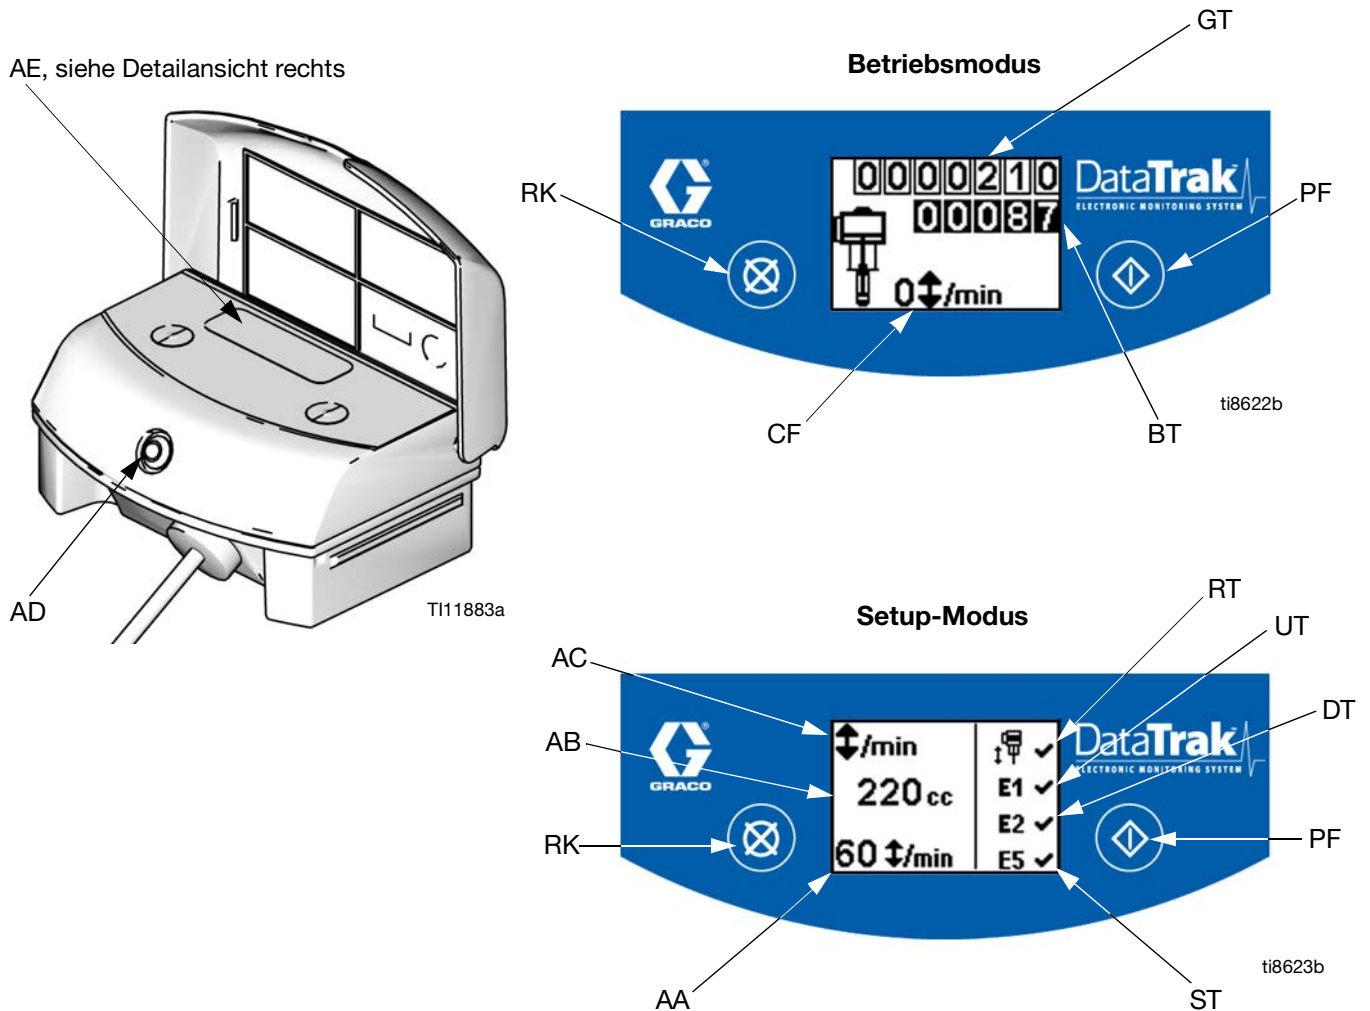

ABB. 7. DataTrak Bedien- und Anzeigeelemente
Legende für ABB. 7
1. Siehe ABB. 7.  5 Sekunden lang gedrückt halten, bis das Setup-Menü erscheint.
HINWEIS: Wenn die Fehleroptionen für den Trockenlauf E1, E2 und E5 aktiviert sind, erscheint auf dem Setup-Bildschirm ein ✓-Zeichen. Siehe ABB. 7.
1. Siehe ABB. 7. Läuft die Pumpe trocken, wird die Trockenlauf-Magnetspule aktiviert und die Pumpe gestoppt. Die LED (AD) blinkt, und auf der Anzeige (AE) wird der Trockenlaufzustand angezeigt (siehe Tabelle 1). Die Anzeige durchläuft sechs Anleitungsbildschirme.
5. Den Hauptlufthahn (E) öffnen, um die Pumpe erneut zu starten.
HINWEIS: Um die Trockenlaufüberwachung zu deaktivieren, in den Setup-Modus wechseln, und Trockenlaufwert auf 0 (Null) festlegen oder (RT) ausschalten  (siehe ABB. 7).
1. Siehe ABB. 7. Zum Aufrufen des Ansaug-/Spül-Modus eine beliebige Taste betätigen, um die Anzeige zu aktivieren. Dann  betätigen. Auf der Anzeige wird das Ansaug-/Spül-Symbol angezeigt und die
2. Während sich das Gerät im Ansaug-/Spül-Modus befindet, ist der Trockenlaufschutz deaktiviert und der Teilmengenzähler (BT) zählt nicht. Der Gesamtsummenzähler (GT) zählt weiter.
Siehe ABB. 7. Die letzte Ziffer des Teilmengenzählers (BT) stellt ein Zehntel der gewählten Einheit dar (Liter bzw. Gallonen). Um den Zähler zurückzusetzen, eine beliebige Taste betätigen, um die Anzeige zu aktivieren, dann  betätigen und für 3 Sekunden lang gedrückt halten.
Siehe ABB. 7. Die Anzeige (AE) wird im Betriebsmodus nach 1 Minute bzw. im Setupmodus nach 3 Minuten Inaktivität automatisch abgeschaltet. Eine beliebige Taste betätigen, um die Anzeige wieder zu aktivieren.
DataTrak ist in der Lage, verschiedene Probleme der Pumpe zu diagnostizieren. Erkennt der Monitor ein Problem, blinkt die LED (AD, ABB. 7) und auf der Anzeige erscheint ein Diagnosecode. Siehe Tabelle 1.